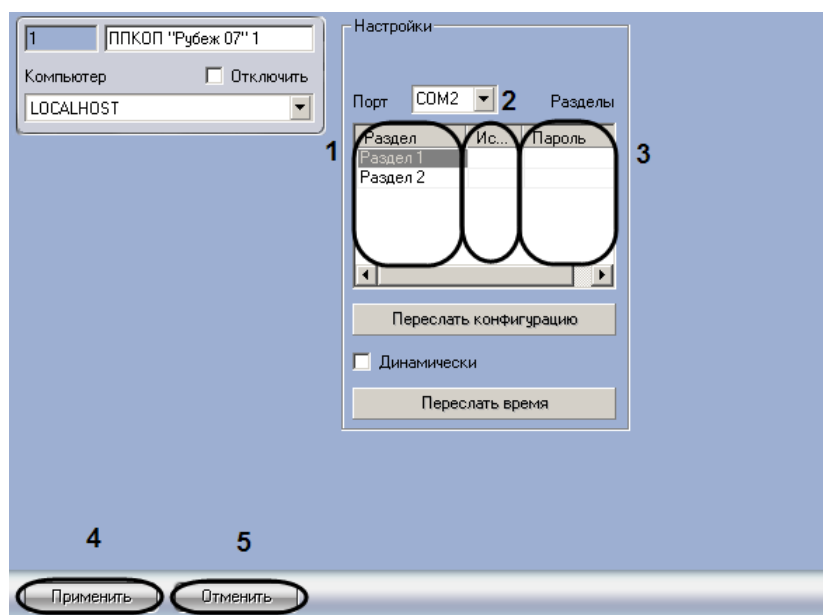

Рис. 3.6-1 Задание связи охранных зон и исполнительных устройств
1. Перейти на панель настроек объекта ППКОП “Рубеж 07” (Рис. 3.6-1).
*Примечание. В полях столбца **Раздел** отображаются объекты **Раздел** ПК ACFA Intellect (см. Рис. 3.6-1, **1**).*
2. В полях столбца **Исп. устр-во “Рубеж”** необходимо указать номер исполнительного устройства, которое будет включено при срабатывании всех зон, входящих в соответствующий раздел (см. Рис. 3.6-1, **2**).
3. В полях столбца **Пароль** необходимо задать пароль, вводимый с пульта центрального блока Рубеж-07 для отключения соответствующего исполнительного устройства (см. Рис. 3.6-1, **3**).
4. Для сохранения изменений нажать кнопку **Применить** (см. Рис. 3.6-1, **4**).
*Примечание. Для отмены внесенных изменений необходимо нажать кнопку **Отмена** (см. Рис. 3.6-1, **5**).*